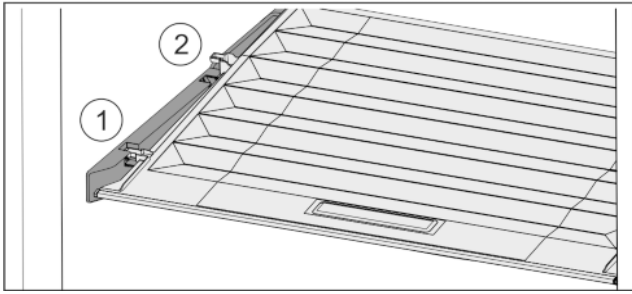

Fig. 32
- ▶ Кришку до отвору в деталях для підтримки потягнути вперед Fig. 32 (1).
- ▶ Підняти ззаду знизу та вийняти Fig. 32 (2) вгору.